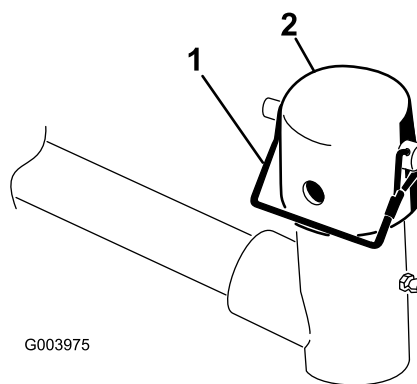

Рисунок 6
3. На каждом подъемном рычаге режущего блока снимите стопорный штифт, который крепит крышку к поворотной втулке, и снимите крышку (Рисунок 6).